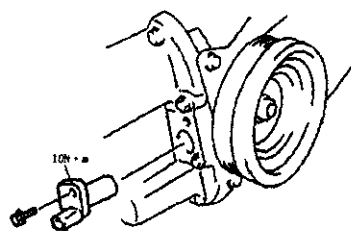

图 2-81 安装曲轴位置传感器
(4) 将曲轴位置传感器安装在油底壳上。拧紧力矩为 $10\text{N}\cdot\text{m}$ 。如图 2-81 所示。